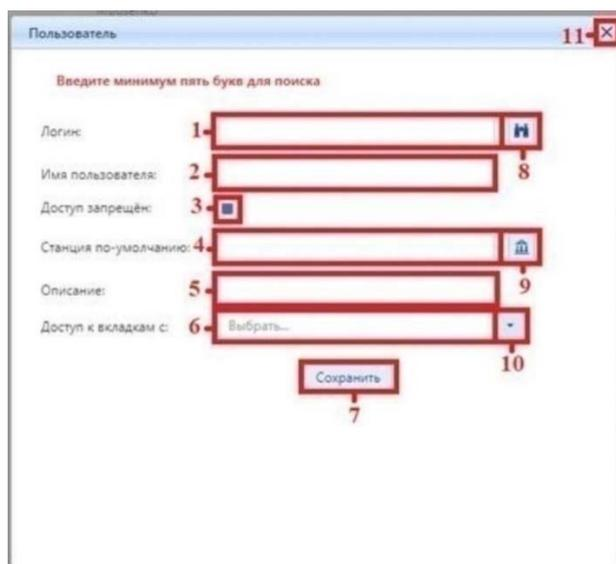

Рисунок 4.1.15 – Визуализация окна «Пользователь»
- 2) после нажатия откроется окно «Пользователь» для внесения данных нового пользователя (рис. 4.1.15);
- 3) в поле (1) «Логин» (рис. 4.1.15) введите логин пользователя (логин из системы домена);
- 4) в поле (2) «Имя пользователя» (рис. 4.1.15) введите ФИО пользователя.
поиск завершится, в поле «Логин» (рис. 4.1.15) и «Имя пользователя» (рис. 4.1.15) автоматически появятся соответствующие записи;
5) если пользователю необходимо запретить доступ к Системе установите признак (3) «Доступ запрещен» (рис. 4.1.15);
6) нажмите кнопку (9) «Выбрать станцию» (рис. 4.1.15). После нажатия появится окно «Выбрать станцию», выберите двойным кликом левой кнопкой мыши из перечня станцию, к которой принадлежит пользователь. Далее осуществится возврат к окну «Пользователь» и в поле (4) «Станция по-умолчанию» (рис. 4.1.15) автоматически появится соответствующая запись;
7) в поле (5) «Описание» (рис. 4.1.15) введите информацию о новом пользователе, данная строка не является обязательным условием для заполнения;
8) далее в поле (6) «Доступ к вкладкам с:» (рис. 4.1.15) нажмите на признак (10) (рис. 4.1.15) – для вызова выпадающего списка с перечнем пользователей. Выберите пользователя, с которого необходимо скопировать права пользования в Системе;
9) после внесенных изменений в поля нажмите на кнопку (7) «Сохранить» (рис. 4.1.15) для сохранения записей с настройками в окне «Пользователь»;
10) закройте данное окно с помощью кнопки (11) «Закреть» (рис. 4.1.15).
пользователя из приведенного списка в подразделе «Управление доступом». Затем нажмите на кнопку (2) «Редактировать» (рис. 4.1.14). В появившемся окне «Пользователь» внесите необходимые изменения в полях, представленных на рис. 4.1.15. Описание процедуры настроек было представлено ранее при добавлении нового пользователя в Систему.
После добавления нового пользователя необходимо назначить ему права доступа к функциональности Системы с помощью включения его в определенную группу пользователей и определить доступ к станции (рис. 4.1.15). Для этого раскройте пользователя в подразделе «Управление доступом». Под именем пользователя появятся настройки: «Группы» и «Доступ к станциям». Для выбора группы, к которой относится пользователь, установите признак для соответствующей записи во вкладке «Группы». Пользователь может относиться только к одной группе. Для выбора доступа к станции установите признак для соответствующей записи во вкладке «Доступ к станциям». Пользователя можно назначить только в одну группу. Пользователь может иметь доступ к нескольким станциям.